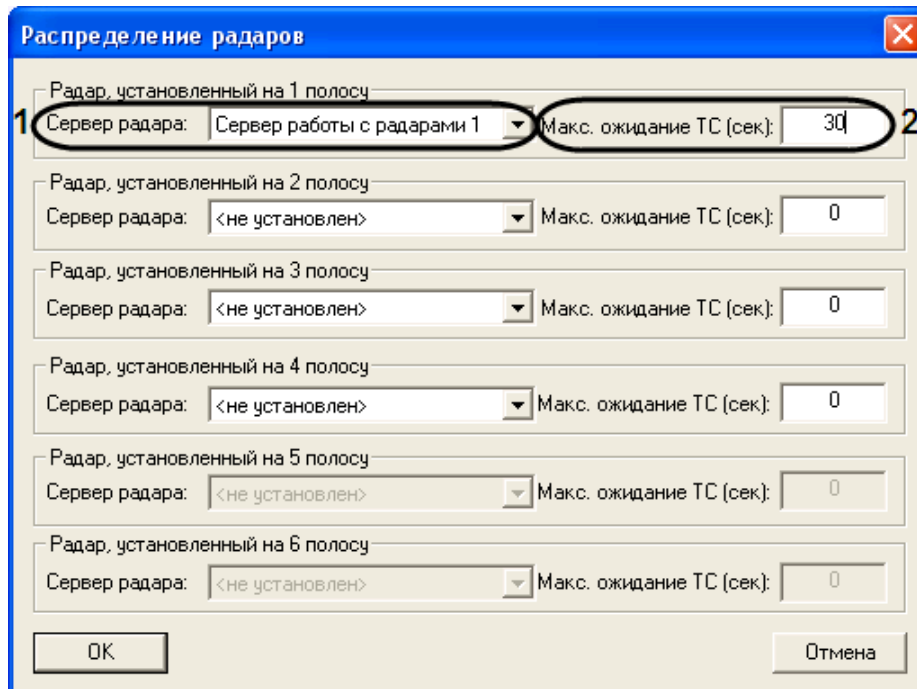

Рис. 7.4—16. Настройка совместной работы программных модулей «Детектор транспорта» и «Радар»
- 3.1. Выбрать Сервер работы с радарными из списка «Сервер радара». В данном списке требуется выбрать объект «Сервер работы с радарными», который соответствует устройству «Радар», направленному на полосу дорожного движения, по которой требуется определять скорость движения транспортных средств (см. Рис. 7.4—16, 1).